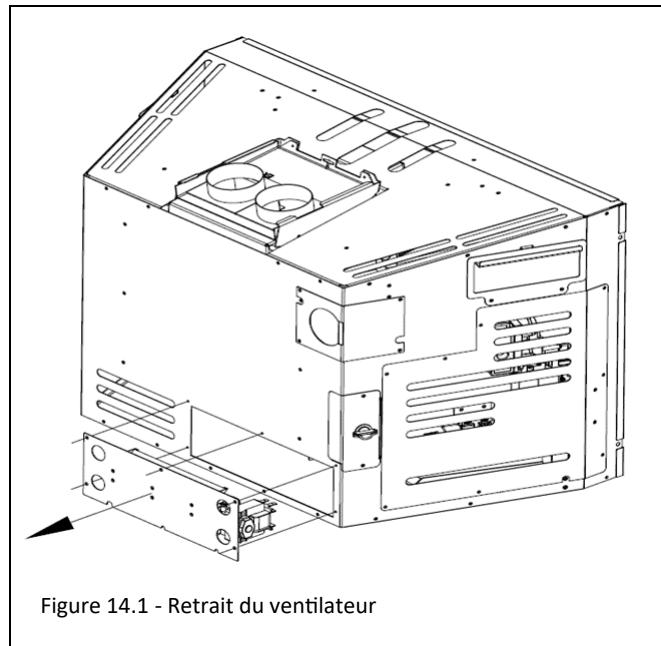

Figure 14.1 - Retrait du ventilateur
- Retirer les (6) vis qui retiennent le support de ventilateur au foyer. Voir Figure 14.1. Tirez vers vous le support de ventilateur et déconnectez les fils de connexion. Reconnectez les fils au kit de ventilateur de recharge et réinstaller les pièces dans l'ordre inverse.